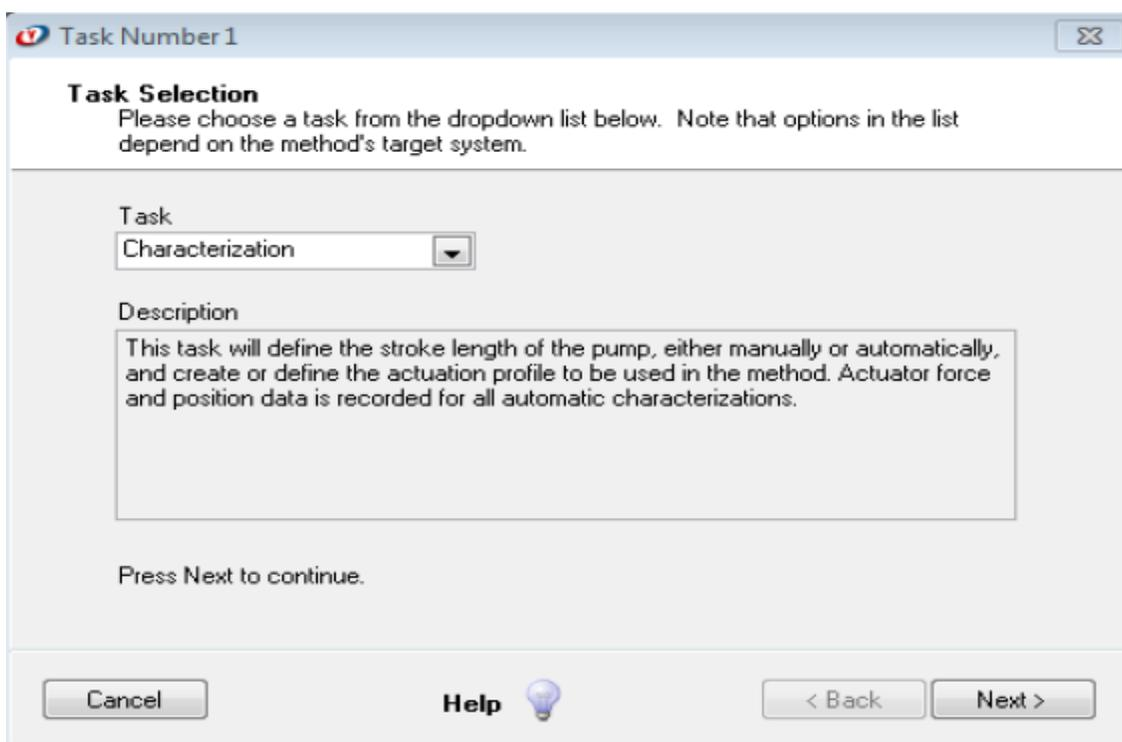

Figura 79: Caixa de diálogo seleção de tarefa.
c) Clique no botão *Insert* para inserir. A caixa de diálogo seleção de tarefas *Tasks Selection* será mostrada conforme Figura 79.
- Clique no botão *Edit*. A caixa de diálogo Seleção de Tarefas conforme Figura 79, será apresentada.